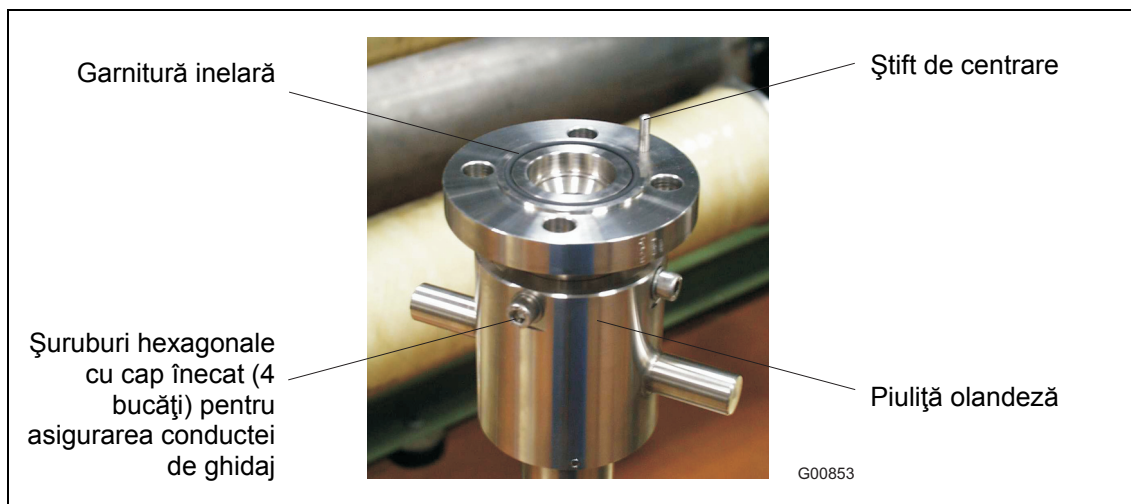

Fig. 10
- Așezați garnitura inelară (55 mm x 3 mm [2,16 x 0,12 inch]) în canelura prevăzută (Fig. 10). Garnitura inelară și șuruburile sunt cuprinse în pachetul de livrare.